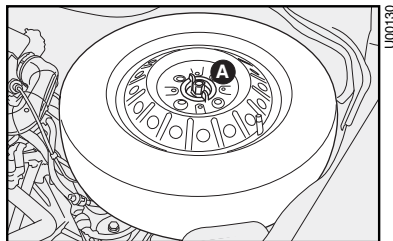

fig. 2
2. SAQUE LA RUEDA DE REPUESTO fig. 2
La rueda de repuesto está ubicada en el cofre del motor. Abra el capó, quite el dispositivo de bloqueo **A-fig. 2** y saque la rueda de repuesto.